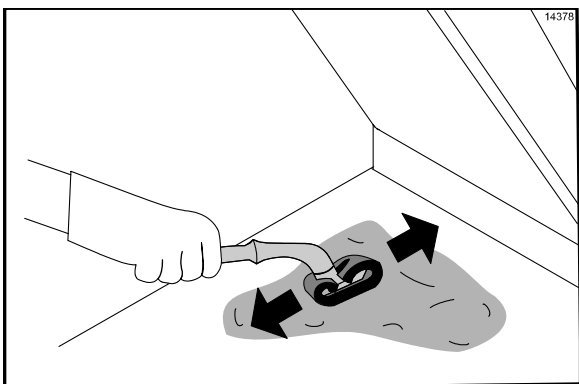

Рисунок 54
37. Размажьте ровными движениями моющий раствор по всей поверхности нижней плиты гриля, двигаясь от передней части по направлению к задней части. **Запрещается делать скребущие движения при нанесении продукта.** (См. рис. 54)